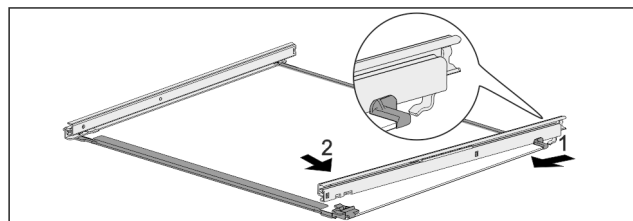

Fig. 125 Ripiano in vetro con guide
- Agganciare la guida sul lato posteriore. Fig. 125 (1)
- Innestare la guida sul lato anteriore. Fig. 125 (2)